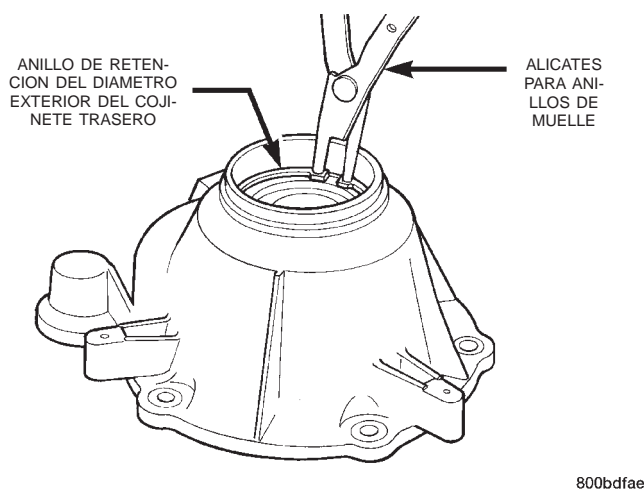

Fig. 88 Instalación del anillo de retención del cojinete trasero
(3) Instale el anillo de retención del diámetro exterior del cojinete trasero con unos alicates para anillos de muelle (Fig. 88). Cerciórese de que el anillo quede perfectamente asentado en la acanaladura del retenedor.